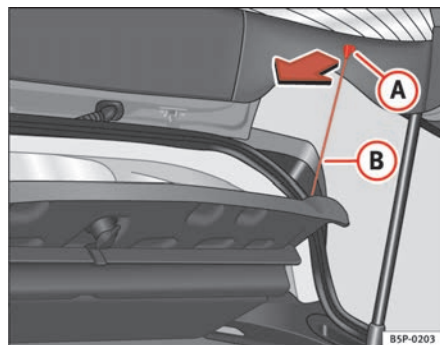

Fig. 124 Pianale portaoggetti
- Sganciare i tiranti ⇒ fig. 124 (B) dagli alloggiamenti (A)